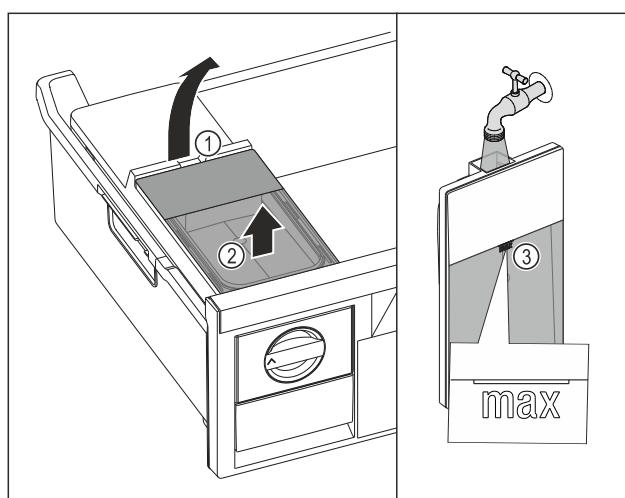

Fig. 121
- ▶ Zbiornik wody unieść za wycięcia Fig. 121 (1).
- ▶ Wyjąć zbiornik wody do góry. Fig. 121 (2)
- ▶ Zbiornik wody napełnić wodą pitną aż do oznaczenia Fig. 121 (3).